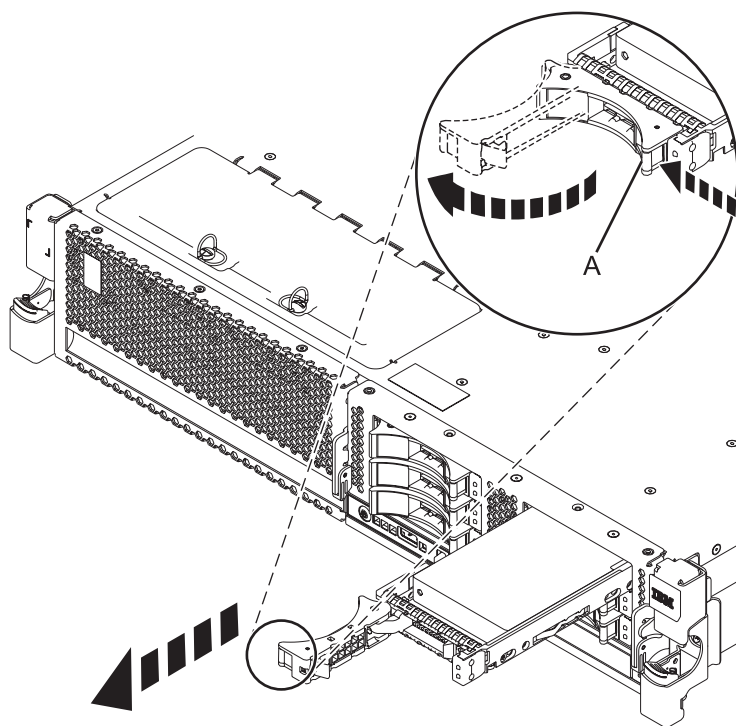

Figura 39. Extracció d'una unitat de disc del sistema
1. Desbloqueu la unitat de disc o unitat d'estat sòlid fent pressió i estirant-la cap a vosaltres, tal com es mostra a la Figura 39 a la pàgina 60.